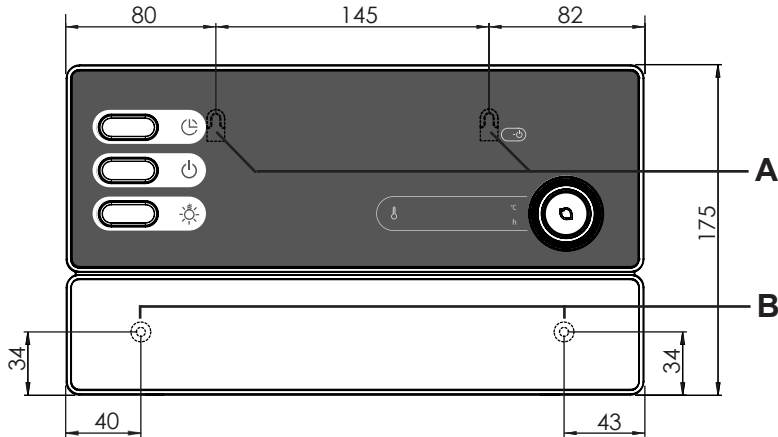

Bild1 Position på upphängningsanordningen och monteringshålen (mått i mm)
1. Skruva in två stjärnskruvar (16 mm) på ca 1,70 m höjd i bastuväggen tills 7 mm sticker ut. De båda skruvarna måste ha ett avstånd på 145 mm (se Abb.1).
3. Häng upp styrenheten i upphängningsanordningen **A** på de inskruvade skruvarna (se Abb.1).
4. Skruva in två stjärnskruvar (16 mm) i de nedre hålen **B** (se Abb.1).